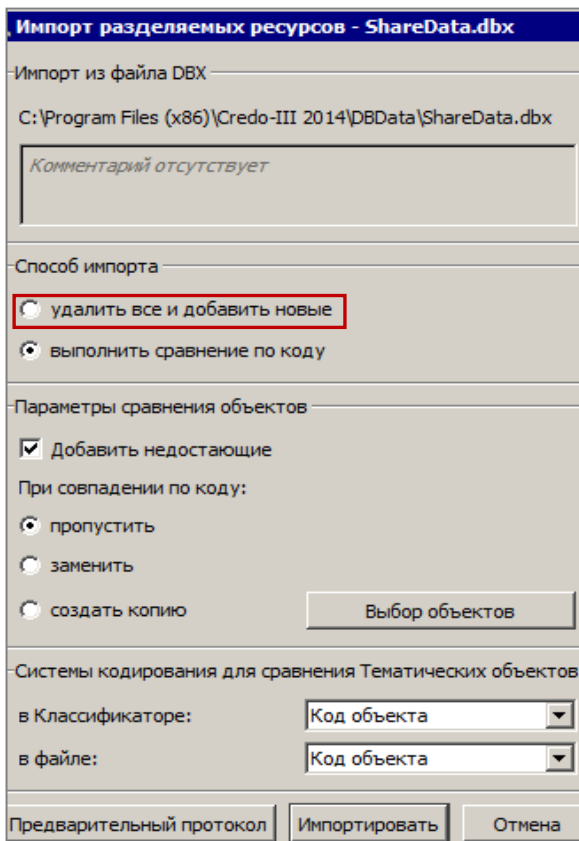

Рис. 2.4
- После чтения файла DBX открывается диалог **Импорт разделяемых ресурсов**, в котором предусмотрено 2 способа импорта (рис. 2.4).
Для этого служит способ импорта **Удалить все и добавить новые** (выделен рамкой на рис. 2.4). Выберите его, затем нажмите кнопку **Импортировать** (рис. 2.4).
- В случае совпадения кода предлагаются следующие настройки: пропустить, т.е. не импортировать такой объект, или заменить его, или создать копию (рис. 2.4). Импортировать можно разделяемые ресурсы, с которыми работали во всех версиях платформы, начиная с версии 1.11. Чтобы получить разделяемые ресурсы из баз данных более ранних версий платформы, следует использовать **миграцию данных**.